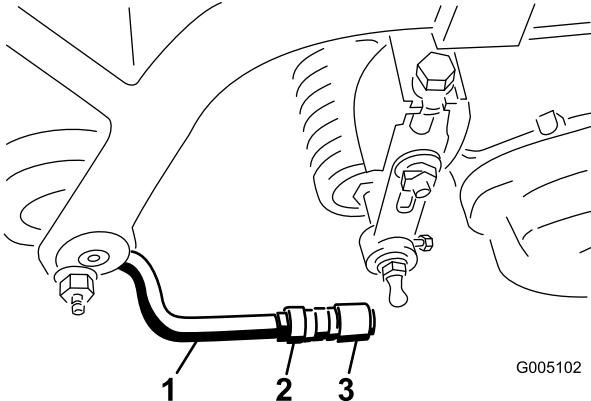

Figura 13
6. Alinee las rótulas de las juntas de manera que la cara abierta de la rótula esté centrada respecto a la bola del espárrago. Apriete las contratuerzas para fijar la posición de las rótulas (Figura 13).